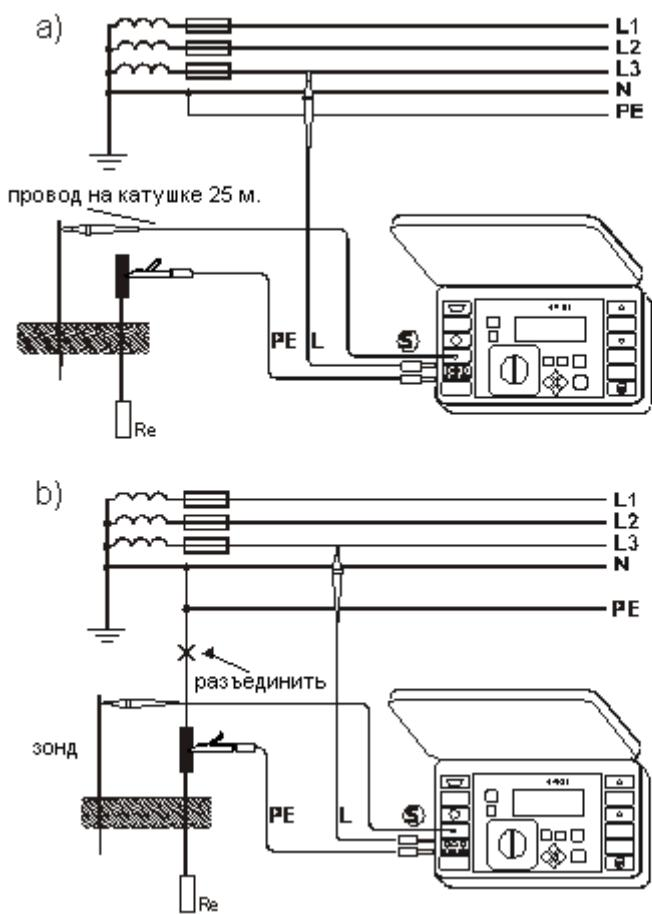

Рис.14. Способ подключения измерителя MPI-511 при измерении сопротивления заземления: а) для сети TN-S и TT, б) для сети TN-C, TN-C-S
Для измерения сопротивления заземления прибором MPI-511, в качестве дополнительного источника напряжения, служащего для создания измерительного тока, используется фазный провод сети. Для исключения влияния сопротивления рабочего заземления, источника и провода фазы, используется дополнительный электрод, вбиваемый в землю (сравнительная земля) и подключенный к гнезду **S** - Рис.14.
При измерении в сети TN-C, TN-C-S, используя фазу той же сети необходимо разъединить проводник PE, N от измеряемого заземлителя (Рис. 14. б)
- измерительные провода подключить в соответствии с Рис.14; провод L может иметь произвольную длину;